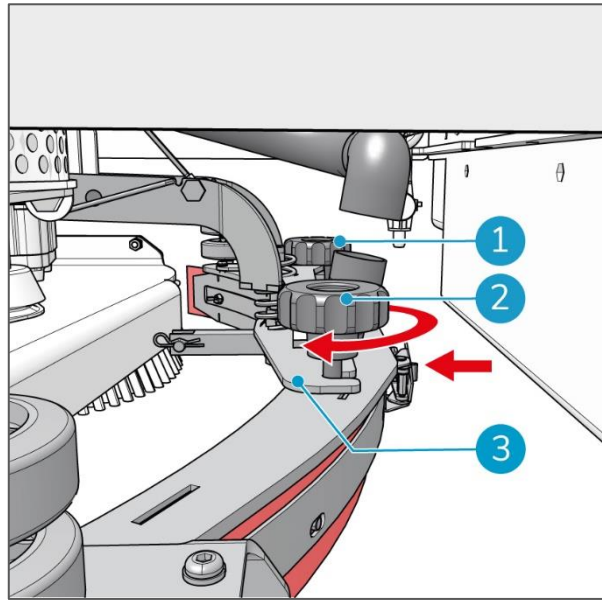

Figura 34
3. Far scorrere la manopola rotante del corpo del tergipavimento più distante dall'operatore (Figura 34, pos 1), nella fessura della piastra di sollevamento del tergipavimento (Figura 34, pos 3). Assicurarsi di spingerla completamente nella fessura.
4. Stringere a mano la manopola rotante (Figura 34, pos 1).
5. Ripetere l'operazione per la manopola più vicina all'operatore (Figura 34, pos 2).